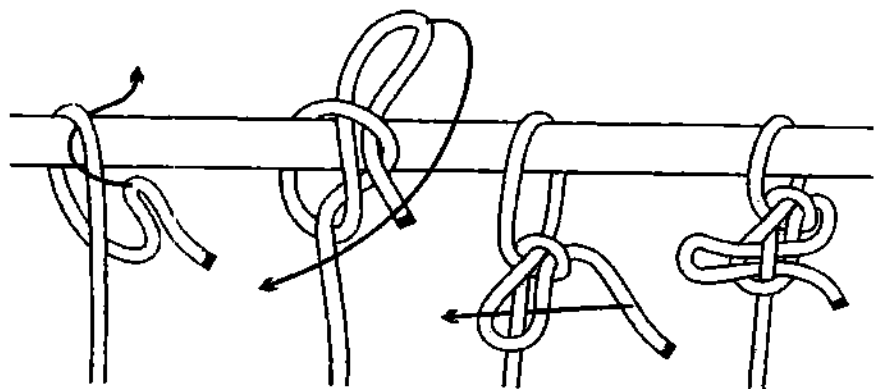

Рис. 559. Левантийский узел.
**Левантийский узел** – один из узлов, с помощью которого рыбаки и моряки всего востока учаливают речные и морские лодки (рис. 559). Узел остаётся расслабленным, рабочая петля не затягивается на опоре и поэтому **левантийский узел** вдоль неё перемещается свободно. Это, например, важно при приливах и отливах. Узел очень надёжный и не ослабляет прочность троса. Как и **лодочным узлом**, **левантийским узлом** можно привязывать домашних животных. **Левантийский узел** быстро вяжется из **быстроразвязывающегося самозатягивающегося**